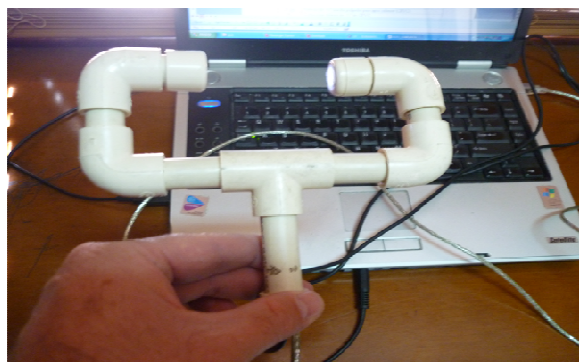

Figura 1
En este manual se describen los pasos necesarios para la construcción de una **fotocompuerta** de bajo costo que acoplada al PC a través de la tarjeta de sonido permitirá la medida de intervalos de tiempo con muy alta exactitud, precisión y con apreciación del orden de milisegundos y menores, figura 1.
- Al tener todas las piezas listas, se deben apretar todas las partes de tubería y poner el tapón 1 a la fotorresistencia, y el 2 al LED, de modo que se obtenga un producto final como el de la figura 1. Para comprobar que la fotocompuerta está funcionando correctamente se debe conectar a un puerto USB y a una entrada de micrófono habilitada para grabación. Usando un software de grabación de sonido (por ejemplo: el **Sonoscopio** de **PhysicsSensor** o **Audacity**, ambos de uso libre) debe observarse picos como los de la figura 7, formados debido a las interrupciones de la luz que del LED está